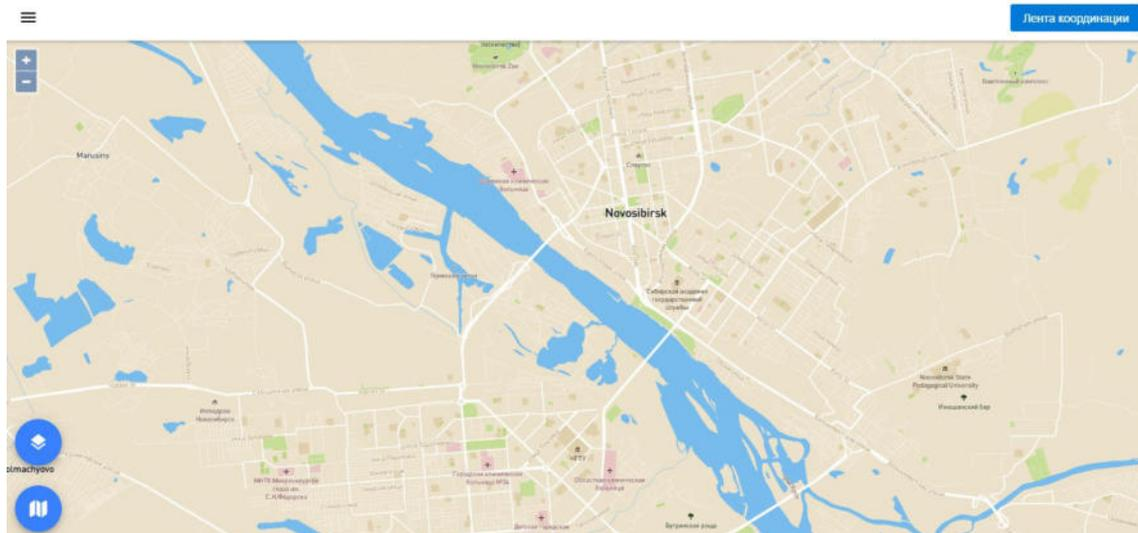

Рисунок 2 – Главное окно системы
5. ЗапустАСУДДя клиентское программное обеспечение (рисунок 2).
Интерфейс программы включает в себя карту с расположением периферийных объектов, меню конфигурирования и управления элементами системы в левой верхней части интерфейса (рисунок 2). Чтобы открыть меню конфигурирования и управления элементами системы нужно нажать на иконку  («Меню») в левом верхнем углу основного окна клиентского приложения. Иерархическое меню содержит следующие пункты:
Для создания группы координации необходимо нажать на кнопку «Лента координации» в правой верхней части интерфейса (рисунок 2).